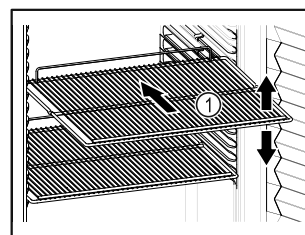

Fig. 82 Приблизне відображення
- Якщо решітки для зберігання *Fig. 82 (1)* знімні, відрегулювати по висоті.